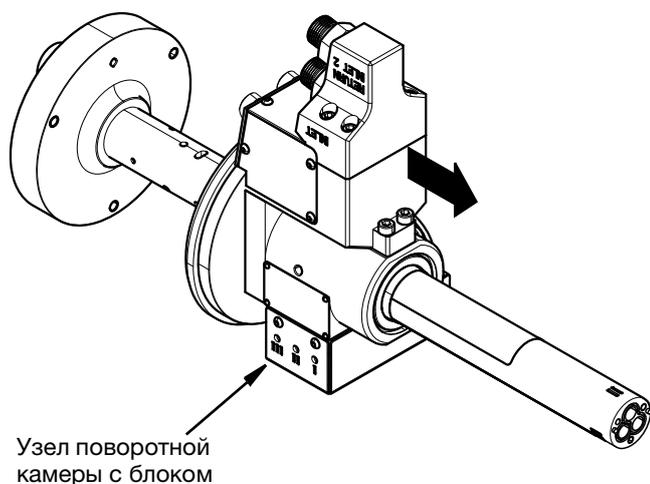

FIG. 17
9. Сдвиньте узел поворотной камеры с соединительным корпусом. См. FIG. 17.